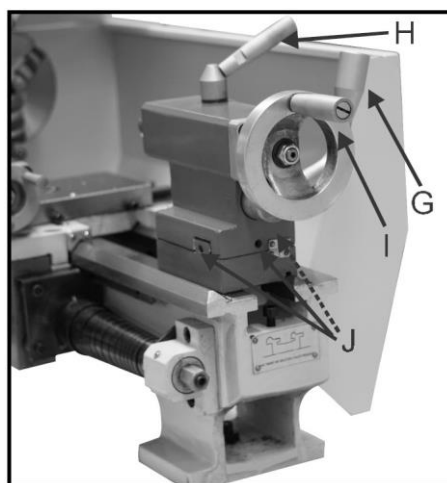

Рис.13
9. Ручка для зажима задней бабки (G, рис. 13)
10. Рычаг зажима пера задней бабки. (H, рис. 13)
11. Рычаг зажима пера передней бабки (1, рис. 13)
12. Регулировка смещения задней бабки (J,рис. 13)